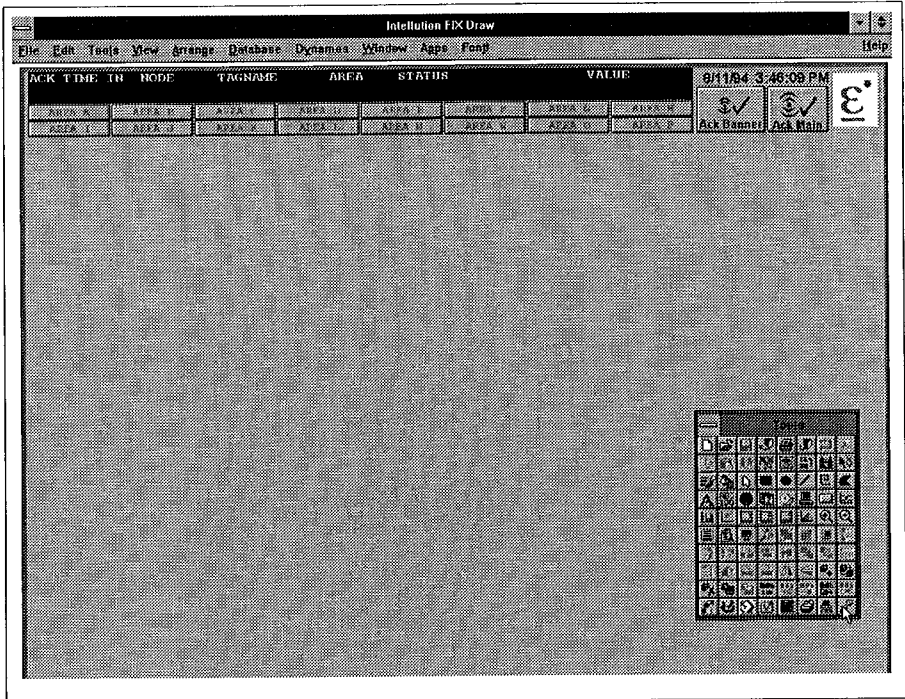

Figure 3-17 Synoptique d'arrière plan du T3500 — affiché dans FIX Draw
Le synoptique d'arrière plan est toujours affiché sur l'écran du poste de travail et forme l'arrière plan qui est recouvert par tous les autres synoptiques standard et personnalisés. Le synoptique, voir figure 3-17, est enregistré dans le fichier *Backdrop.ODF*.
- 2 Dans l'espace de travail de Draw, sélectionnez *File* sur la barre de menu, puis *Open*, et ouvrez le fichier *Backdrop.ODF*, qui s'affiche à l'écran, voir figure 3-17.